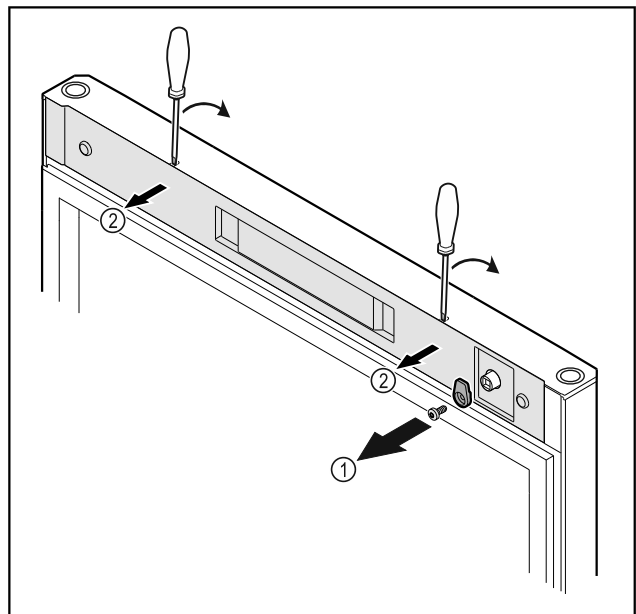

Fig. 6
- ▶ Ξεβιδώστε το άγκιστρο κλεισίματος Fig. 6 (1).
- ▶ Ξεκουμπώστε το κάλυμμα Fig. 6 (1) με ένα μικρό κατασβίδι και αφαιρέστε το.